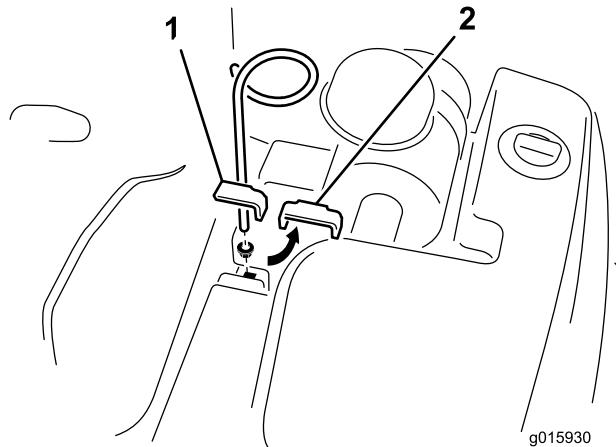

図 13
- 油圧タンク用のクランプをフレームに固定しているボルト、ワッシャ、ナットを外す(図 13)。外したクランプ、ボルト、ワッシャ、ナットは捨てる。
- フランジナット(付属部品)を使って、ホースガイドを取り付ける。ホースガイドは図 13 のように組み付ける。